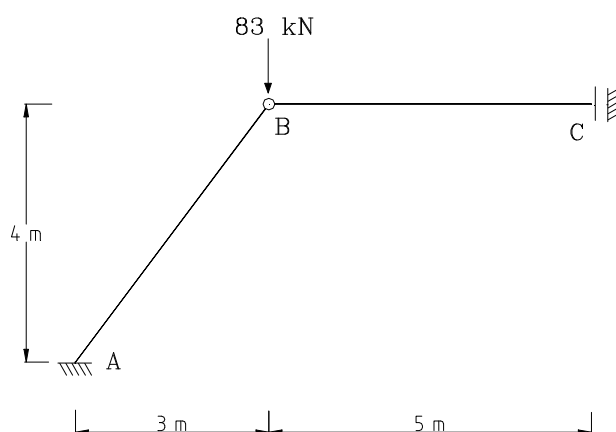

Figura 6
- 4e) A barra ABC da estrutura representada na figura 6 tem rigidez à flexão constante, EI (kNm^2). A barra AB é axialmente rígida e rigidez axial da barra BC é $5EI$ (kN). Determine o diagrama de esforços axiais na estrutura sabendo que o valor do deslocamento vertical no apoio C é $45/EI$, no sentido da carga.